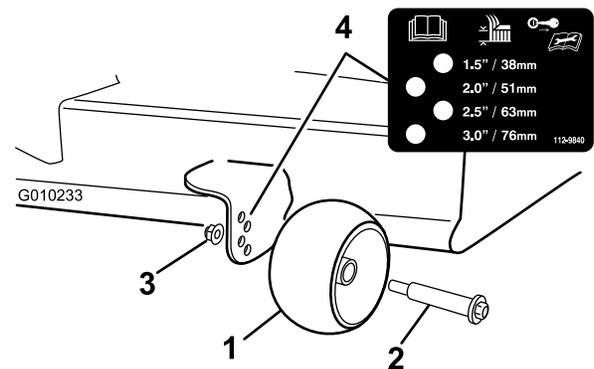

Figure 20
3. Réglez les galets anti-scalp comme montré à la Figure 20, à la position correspondant le mieux à la position de hauteur de coupe.